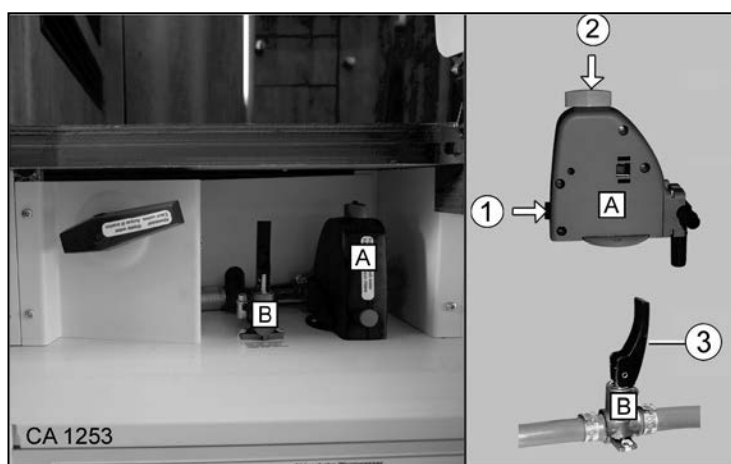

Fig. 141 Robinet de vidange (A) Chauffe-eau/robinet de vidange (B) Circuit hydraulique
- Placer le culbuteur (Fig. 141/3) du robinet de vidange (Fig. 141/B) uniquement horizontalement ou verticalement. Ne pas le tordre ! Une torsion du culbuteur pourrait endommager le robinet de vidange le rendant non étanche.
2. Ouvrir le robinet de vidange (Fig. 141/A). Pour ce faire, tourner le verrou tournant (Fig. 141/2) dans le sens anti-horaire.
3. Ouvrir les robinets de vidange (Fig. 141/B). Pour cela, placer les culbuteurs (Fig. 141/3) verticalement.